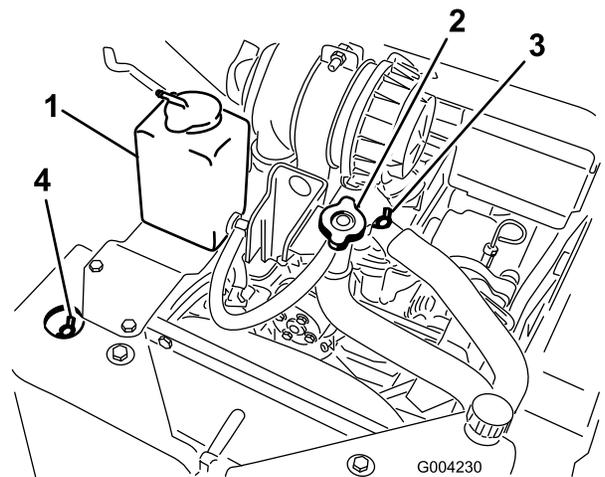

Figure 21
- B. Ouvrez les vannes de purge de liquide de refroidissement avant et supérieure (Figure 21).
- C. Versez du liquide de refroidissement dans le goulot de remplissage jusqu'à ce qu'il commence à sortir par la vanne de purge avant (Figure 21).
- D. Fermez la vanne de purge avant (Figure 21).
- E. Versez du liquide de refroidissement dans le goulot de remplissage jusqu'à ce qu'il commence à sortir par la vanne de purge supérieure (Figure 21).
- F. Fermez la vanne de purge supérieure (Figure 21).
- G. Versez du liquide de refroidissement dans le goulot de remplissage jusqu'à ce qu'il monte dans le goulot (Figure 21).
- H. Remettez le bouchon de remplissage de liquide de refroidissement en place (Figure 21).
- I. Ajoutez du liquide de refroidissement dans le vase d'expansion jusqu'à ce qu'il atteigne le trait du plein sur le côté du vase (Figure 21).